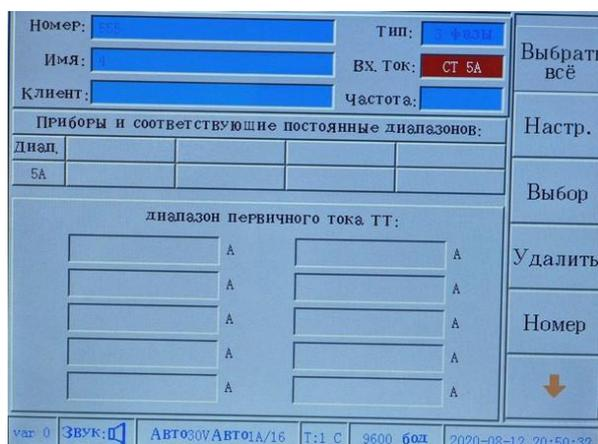

Рисунок 4.8.1.2 Режим пользовательских настроек параметров поверяемых приборов при подключении через ИТТ
1. Нажмите кнопку 2 для перехода в область окон ввода пользовательских параметров, переместите курсор в поле ввода номера поверяемого СИ (поле подсветится красным светом). С помощью цифровых клавиш введите значение, затем нажмите кнопку 6, если СИ с этим номером уже хранится в памяти, то остальные параметры будут загружены автоматически, если нет, то курсор переместится на следующее поле ввода. Аналогично вводится названия СИ и пользователь, после чего курсор переместится в поле ввода типа. Выбор типа СИ однофазное или трехфазное производится кнопкой 3 "Select". В соответствии с данными о проверяемом СИ выбирается тип токового входа. При выборе типа отличного от «прямого доступа», т.е. "ТТ 5А" или "ТТ 1А", изменится вид экрана ввода (рис. 4.8.1.2). Значение номинальной частоты выходных импульсов вводится в поле ввода частоты, если значение неизвестно, то перейдите к следующему шагу.